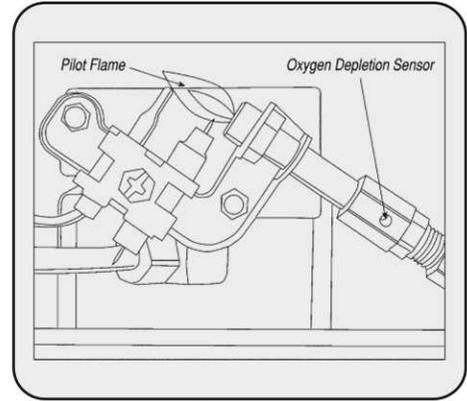

Figure 5
7. Inspectez et nettoyez la veilleuse (installée sur le support) à l'aide d'un aspirateur ou injectez de l'air comprimé dans les trous de la veilleuse, indiqués par les flèches de la Figure 5, à gauche.
- Si le chauffe-eau doit rester sur «OFF» pendant une période de temps considérable, l'alimentation en gaz propane (LP) du chauffe-eau doit être coupée le plus près possible de la source de gaz. Dans le cas d'une utilisation portable, le gaz doit être coupé au niveau de la bouteille d'alimentation en gaz propane (LP).
- Si le chauffe-eau est entreposé, assurez-vous de débrancher la bouteille de gaz propane (LP).